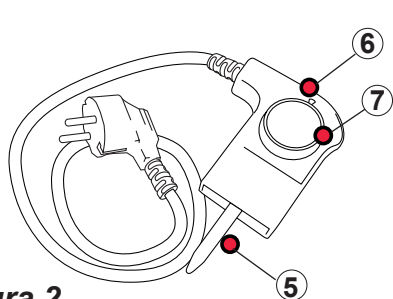

Figura 2.
- Utiliza siempre el regulador de temperatura (**Figura 2**) que viene con la sartén. Usar otro tipo de accesorio podría causar daños.
5. Inserta el accesorio regulador de temperatura (**Figura 2**) en la clavija de entrada de la sartén paellera. Deja el indicador de temperatura en posición Off.
6. Gira el termostato regulable (**Figura 2**) en base a la temperatura de cocción que necesiten los alimentos que vayas a procesar. El piloto termostato se iluminará.
1. Coloca el termostato regulable (**Figura 2**) en posición Off y desenchufa la plancha de asar.